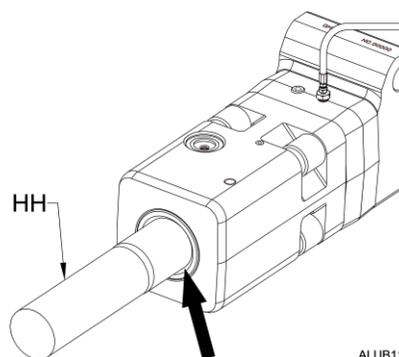

Figura 2
8. Bombee otras veinte inyecciones de grasa con la pistola de engrase (t37) o el engrasador eléctrico hacia el interior del conjunto de la bomba (FZ). Con esto se imprimirá la cavidad del martillo y se prelubricará la herramienta (HH). Fíjese si sale grasa alrededor de la herramienta a la altura del buje (observe la fleche en la figura 2).